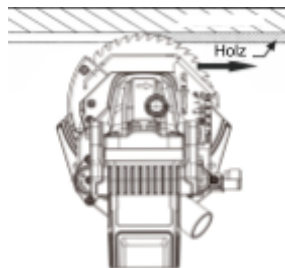
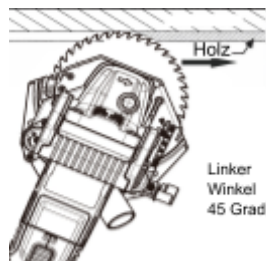

Abbildung 6
Abbildung 7
- Beim Unterschneiden von Holzsockel oder anderen Zierleistende Tiefe, um nur die Dicke des Holzes zu schneiden (Abbildung 6). Beim Schneiden von Gipskarton entsteht Staub, der die Säge beschädigt.
- Der Tiefenmesser steuert die Schnitttiefe in jedem der drei Winkel: geradeaus (Abbildung 6), 45° "links" (Abbildung 7), oder 45° "Rechts" (Gegenteil)
- Zur Staubkontrolle, Schneiden bei 45° "rechter" Winkel ist vorzuziehen. Dieser Winkel fängt so viel Staub wie möglich einichdas Gehäuse. Beim Anschluss eines Vakuums dieser Winkelichs die effektivste Methode zur Staubbekämpfung (gegenüber Abbildung 7).